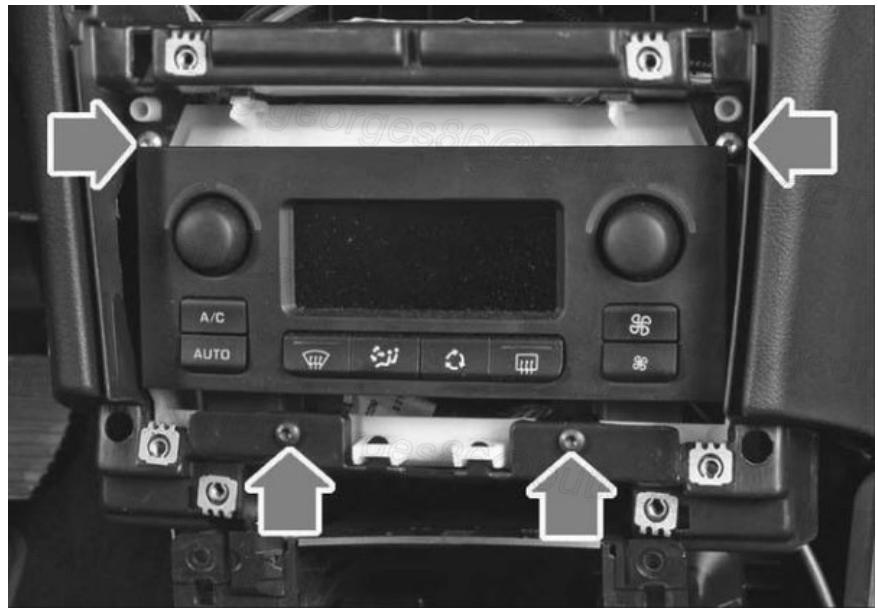

Fig. 33
- Déposer les 4 vis de fixation du tableau de commande de climatisation et le dégrafer en le poussant dans son logement. L'incliner pour accéder aux connecteurs électriques à débrancher puis le basculer pour l'extraire de son logement (**Fig.33**)